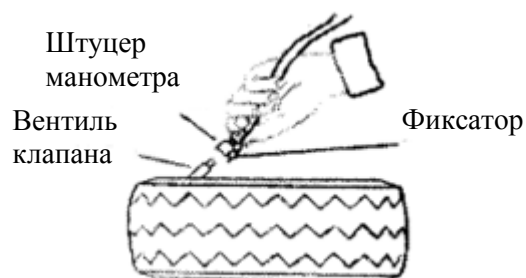

Рис.8
- 5) Накачивать колесо с перерывами и проверять показания манометра, установку шины на диске колеса. Для накачивания шин с дисками сложного профиля необходимы специальные операции (рис. 8).